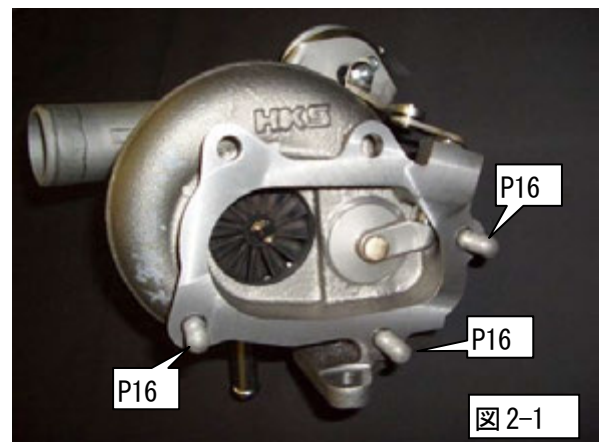

図 2-1
(1) ターボチャージャー Assy に取付けるウォータライン、オイルラインにエアガンでエアブローを行ない、異物のないことを確認してください。また、ターボチャージャー Assy のオイルライン入口から、新品のエンジンオイルを注入し、ホイールを指で回転させて、ベアリング内部にオイルを行き渡らせてください。
(2) ターボチャージャー Assy にスタッドボルト M10 10-6-20 を取付けてください。(図 2-1)